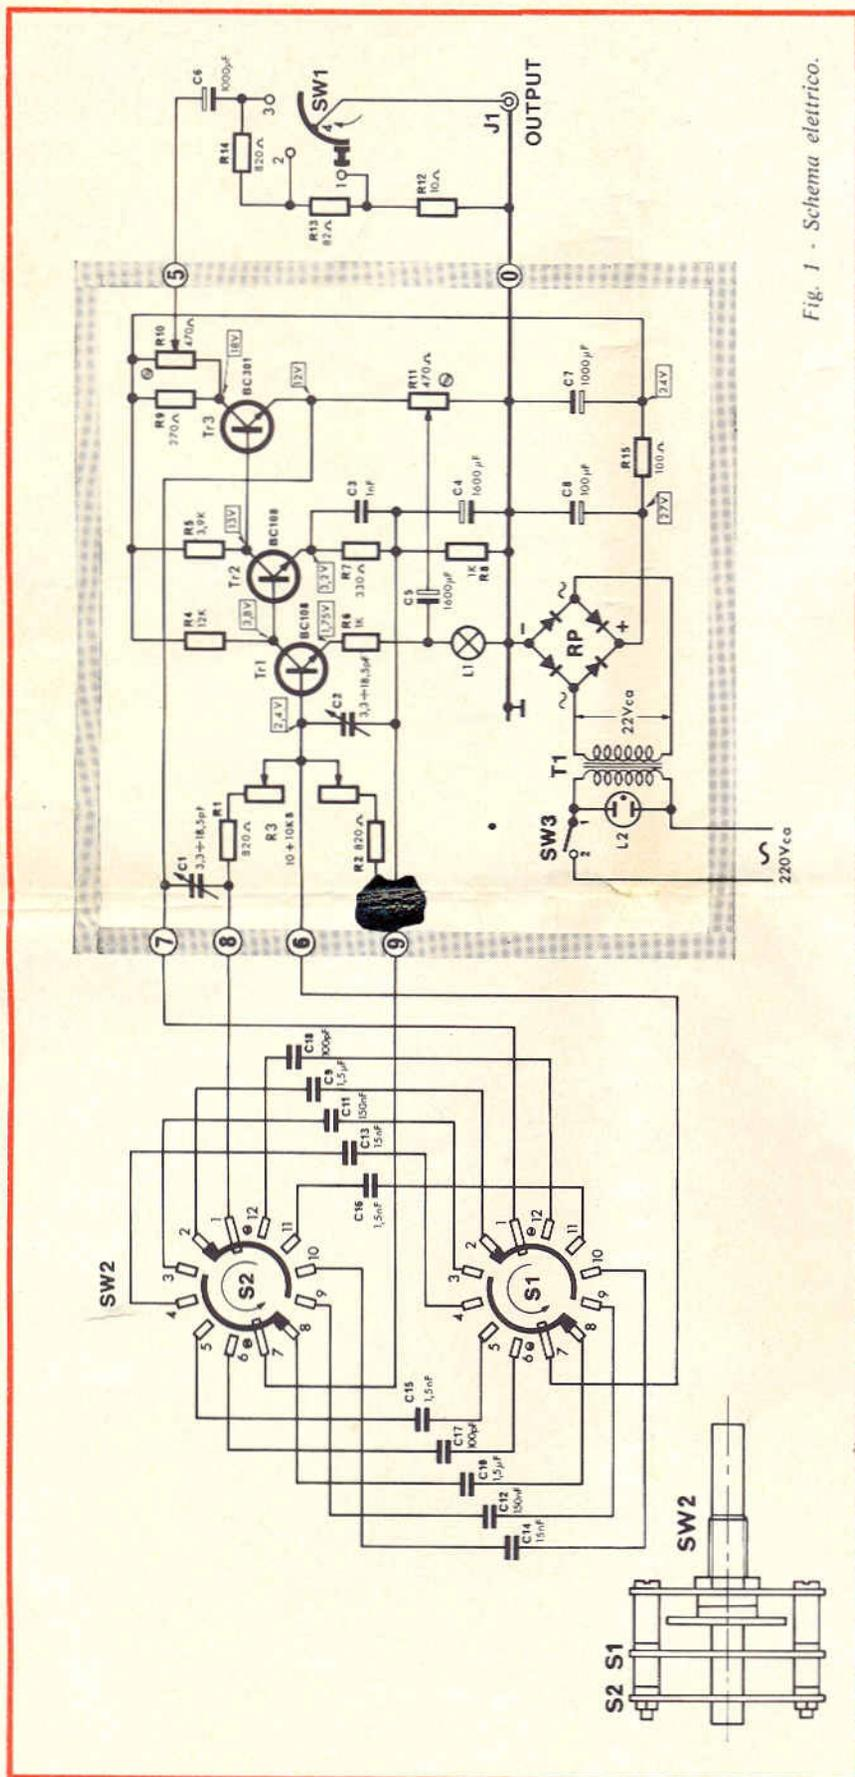

Fig. 1 - Schema elettrico.
Il circuito di questo generatore di bassa frequenza completamente transistorizzato è visibile in fig. 1 e, come si nota, è costituito da un ponte di Wien
- 4) Misurare le tensioni nei punti indicati in fig. 1.